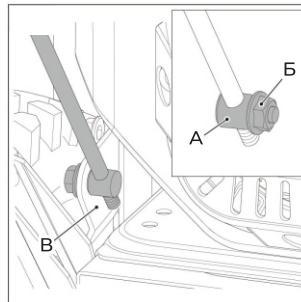

Рис. 6
- Открутите гайку (рис. 6, поз Б) с предварительно установленного на рычаг шарнирного соединение (рис. 6, поз А).
- Вставьте шарнирное соединение (рис. 6, поз А) в отверстие кронштейна (рис. 6, поз В).
- Затяните гайку (Рис. 6 поз Б).